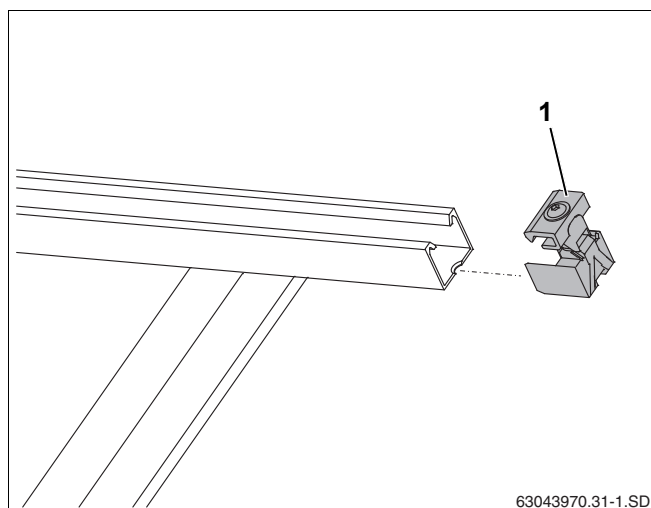

Рис. 45 Установка одностороннего зажима
- ▶ Вставить односторонние зажимы (рис. 45, поз. 1) в профильные рейки на правой стороне поля коллекторов до фиксации их в первом продольном отверстии профильной рейки.